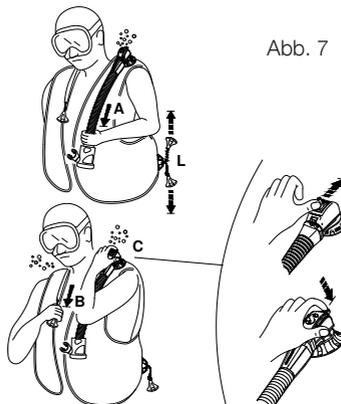

Abb. 7
- a. sanftes Ziehen an der Schlaucheinheit (Abb. 7 - A).
- b. auf den Knopf drücken, der aus dem Ventilgehäuse ragt (Abb. 7 - C) (patentiert): Dieses System kann auch dazu verwendet werden, um bei einem anderen in Probleme geratenen Taucher das Jacket zu entlüften (Panik, Anfänger, Bewusstlosigkeit usw.).
- Das SCUBAPRO® Dual Manual Dump-Ventil (Patent) verfügt über einen manuellen Sicherheitsknopf (Abb. 7-C), der auf Druck Luft ausströmen lässt, wenn das manuelle Ablasssystem versagt (gebrochenes Kabel, Stift usw.)
### ***Unteres Ablassventil (Abb. 7 - L)***
Die Ablassvorrichtungen mit dem maximalen Luftauslass sind das Schulterventil (Abb. 7 - B) und das untere Ventil (Abb. 7 - L).